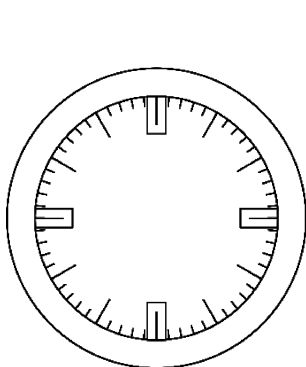

图 6-11 插入四分时刻度
(11) 单击“默认”选项卡“绘图”面板中的“定数等分”按钮, 对表盘内圆插入“quarter”块，数目为 4。结果如图 6-11 所示。